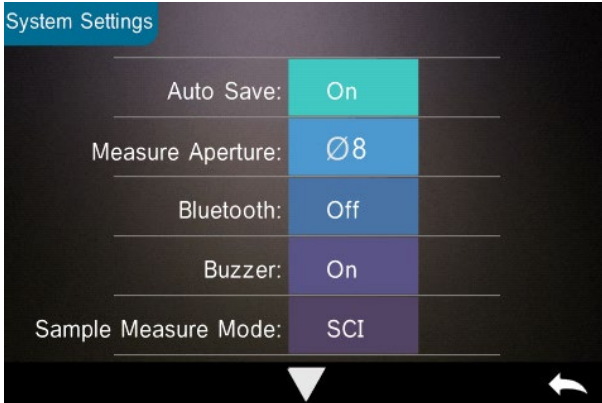

Figura 44. Configuración del sistema
Paso 3: Cambie la abertura de medición predeterminada del sistema desde el " System Settings" (Menú de configuración del sistema) (véase la Figura 44) en consonancia con la abertura de medición real. Cada vez que cambie la abertura, es esencial recalibrar el instrumento siguiendo las indicaciones del punto 2.2.